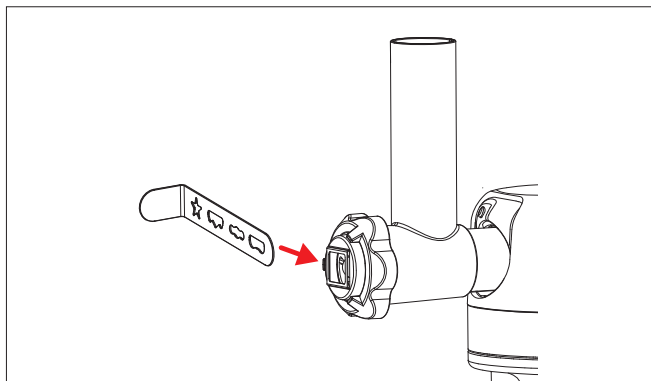

Fig. 22 – Inserimento laterale della trafilatura per biscotti
4. Spingere la trafilatura per biscotti di lato nell'apposito supporto. Far scorrere la trafilatura desiderata davanti all'apertura di riempimento (vedere Fig. 22).